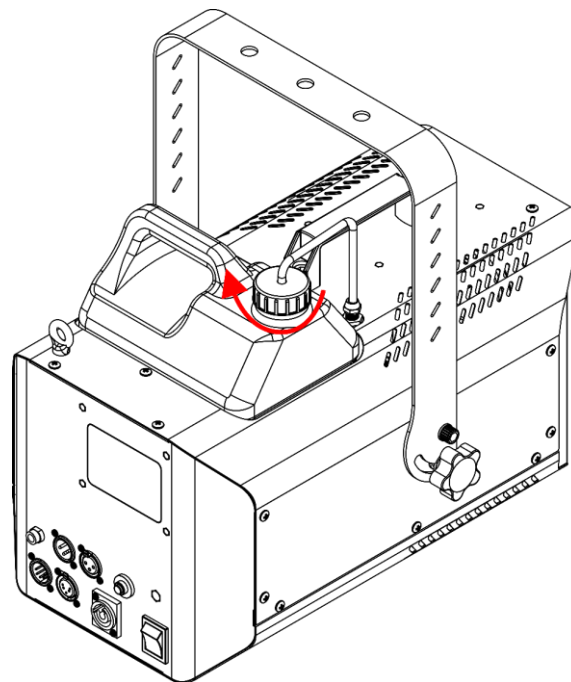

Fig. 19
08) Vuelva a enroscar la tapa del depósito de líquido, como se muestra en la Fig. 19.